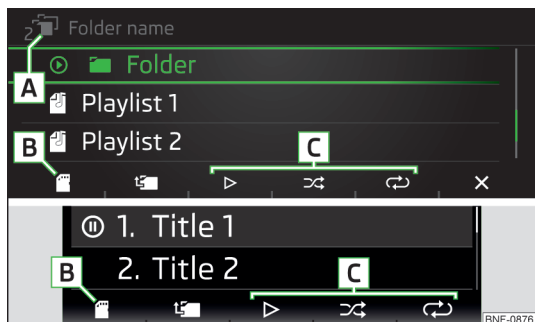

Bild 101
Mapp-/spellista » bild 101
- För att **välja ljudkälla i mapp-/spellistan** ska du trycka på funktionsknappen **[B]** flera gånger tills det på bildskärmen i position **[B]** » **bild 101 på sidan 83** visas **[B]**.